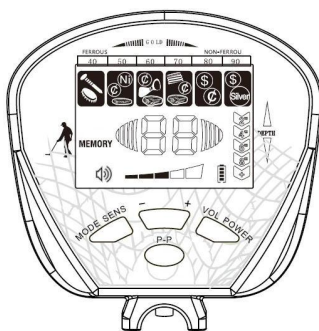

Fig.12
Ripremere su MODE, il cursore MEMORY si accende. Tutti i cursori ID oggettuali si accendono. (Vedi Fig.12)
e) Per ricercare altri metalli, premere su “MODE”, il cursore MEMORY rimane acceso come la Fig.12. E' sufficiente ripetere la suddetta operazione.